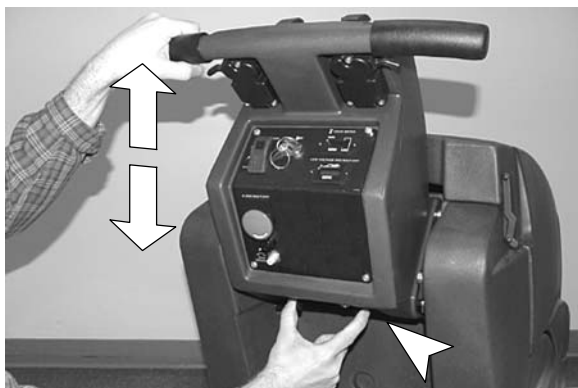

FIG. 7
1. Repérez les deux leviers chargés par ressort sous le panneau de commande (Figure 7).
2. Pressez les leviers l'un contre l'autre et relevez ou abaissez les poignées de commande de façon à obtenir une hauteur d'utilisation confortable (Figure 7).